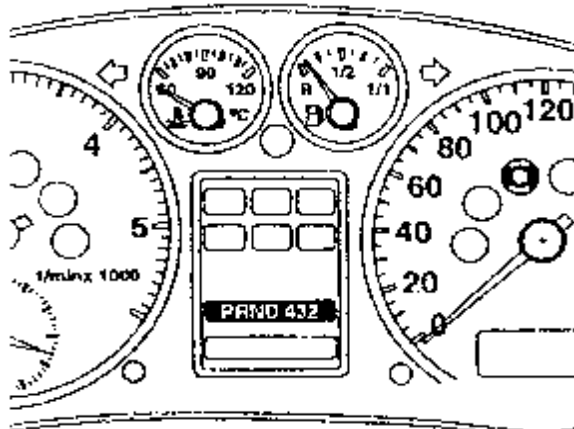

图 8-120 仪表板
(1) 变速箱从所有前进档位中脱离开，进入液压 4 档，变矩器耦合器打开，所有电磁阀断电。
(2) 能量传递单元保持最大操作压力。
(3) 倒车档能够挂上，变速杆锁死有效（在“P”和“N”位置）。
(4) 仪表板上的所有档位显示都亮，如图 8-120 所示。